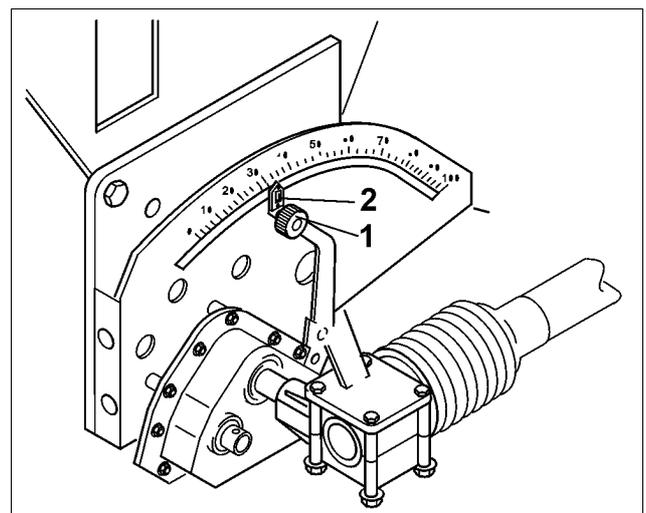

Fig. 69
- Arretierknopf (Fig. 69/1) des Getriebestellhebels lösen.
- Zeiger des Getriebestellhebels (Fig. 69/2) auf eine der folgenden Getriebestellungen schieben:
- Arretierknopf (Fig. 69/1) festziehen.